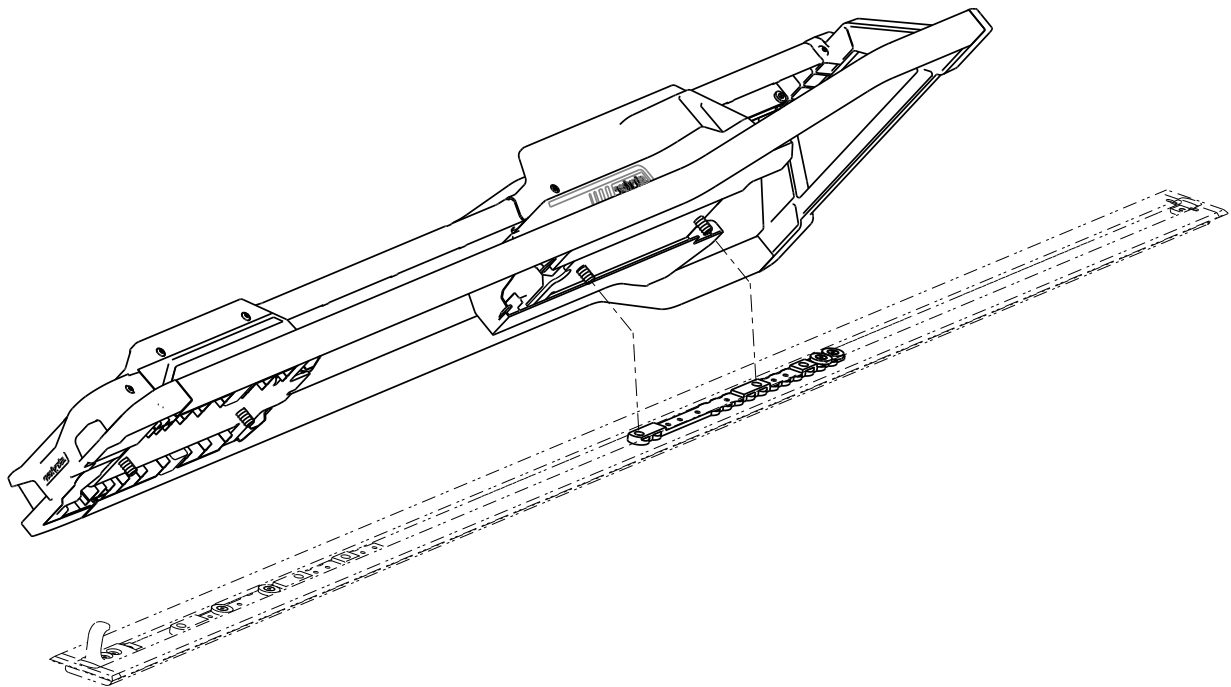

Figura 11 – Allineamento di Performance-LOAD
1. Posizionare **Performance-LOAD** sopra il gruppo piastra a pavimento. Allineare i due bulloni sul lato testa con i due fori della barra (Figura 11).